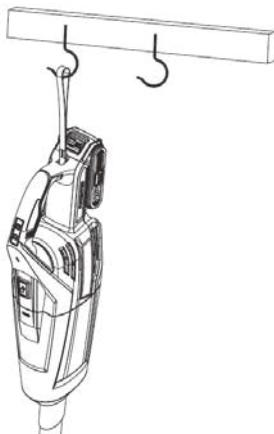

FIG. 11
- Hay un cabestrillo en la aspiradora que se puede colgar en un gancho fiable. (ver FIG.11)